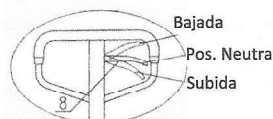

Fig. 1
La palanca de control de tres posiciones (pos. 8 fig. 1) se opera de la siguiente manera:
- Poner la manilla (pos. 8 fig. 1) en la posición de bajada. Bascular el mango hacia arriba y hacia abajo varias veces.